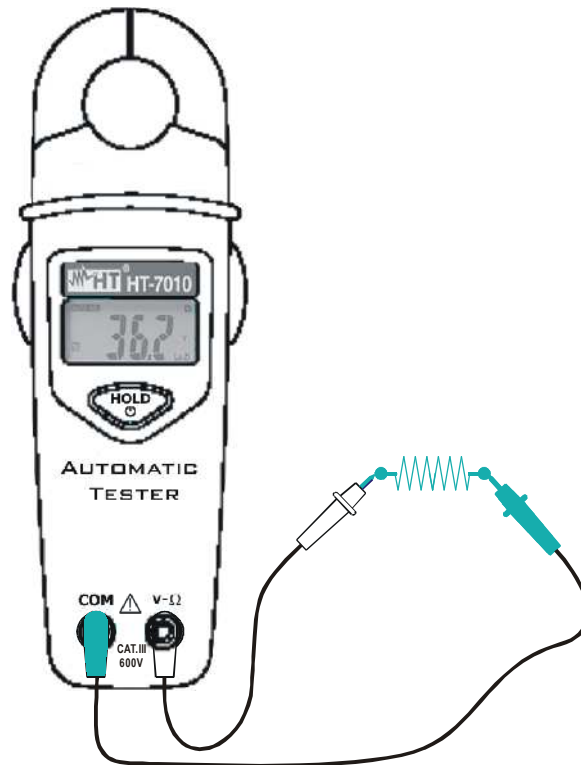

Abb. 3: Widerstandsmessung und Durchgangstest
2. Verbinden Sie die Prüfspitzen mit dem gewünschten Messobjekt (s. Abb. 3). Der Messwert wird auf dem Display angezeigt.